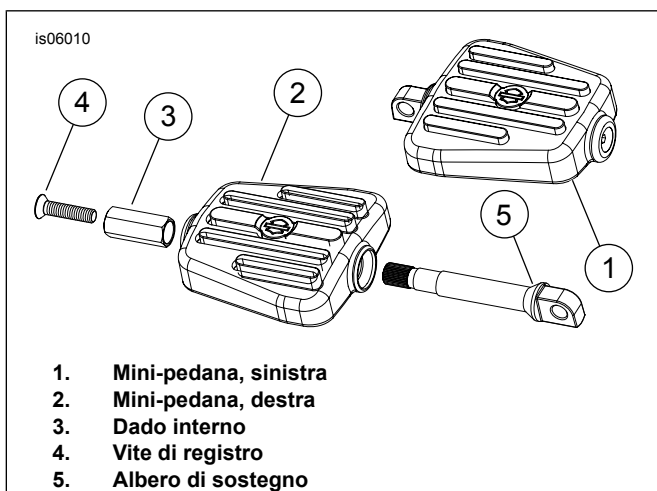

Figura 2. Kit mini-pedana: 50451-09
- Per il kit 50451-09, vedere Figura 2. Per questo kit non vi sono parti di ricambio.
6. **Per regolare la pedana per il comfort: Per il kit 50451-09, vedere Figura 2.**
- a. Rimuovere la vite di registro (4).
- b. Rimuovere parzialmente l'assemblaggio (1, 2, 3) dall'albero di supporto (5).
- c. Ruotare l'assemblaggio all'albero di supporto. I denti dell'albero ingranano il dado interno (3) ogni 10 gradi.